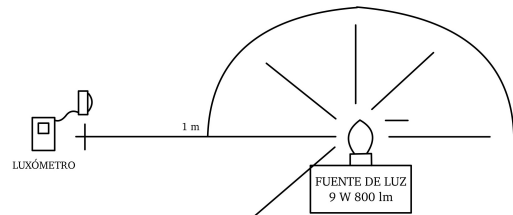

Figura 4: Medición de iluminación a 1 m y 1 pie en diferentes direcciones
5. Con ayuda de la cinta métrica, use el luxómetro para medir la iluminación en foot-candles a un pie (0.3048 m) de distancia en diez diferentes direcciones sobre la media cavidad esférica de la lámpara, como lo muestra la figura 4. Incluya la dirección vertical. Registre las mediciones en el cuadro 1 y 2. Repita los puntos 3 y 4.